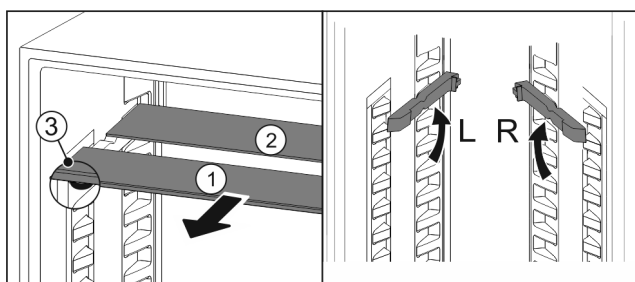

Fig. 58
- Glasplaten afzonderlijk vanaf de voorkant eruit trekken Fig. 58 (1).
- Glasplaat Fig. 58 (1) met sierlijst ligt voor.
- Stops Fig. 58 (3) zijn naar onder gericht.